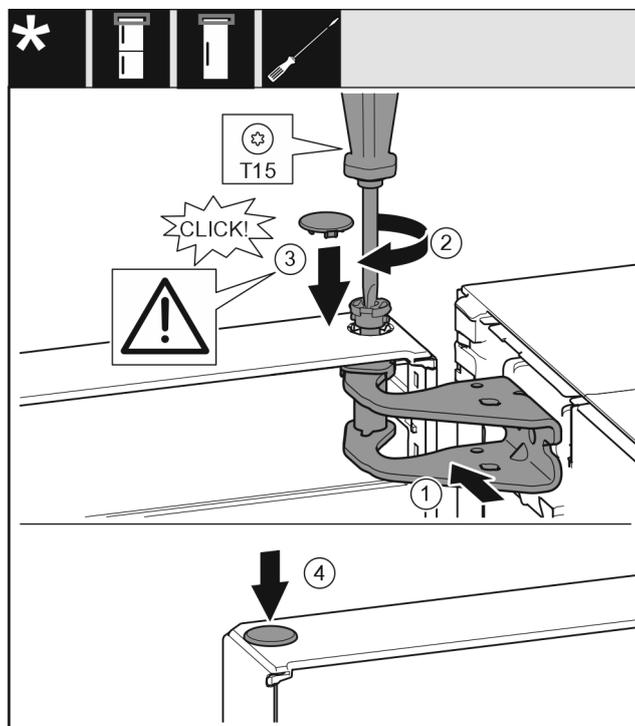

Fig. 24
- ▶ Alinee la parte superior de la puerta respecto a la abertura en el soporte de cojinete. Fig. 24 (1)
- ▶ Introduzca el perno y atorníllelo con el destornillador T15. Fig. 24 (2)
- ▶ Montar la cubierta del seguro para asegurar la puerta: introduzca la cubierta del seguro y compruebe si descansa sobre la puerta. De lo contrario, introduzca por completo el perno. Fig. 24 (3)
- ▶ Coloque el tapón. Fig. 24 (4)